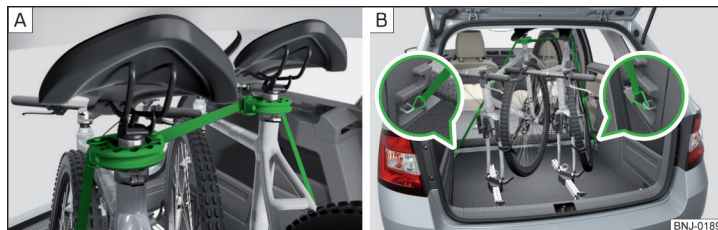

Fig. 122 Garantizar la estabilidad de las bicicletas con una correa
- Para transportar dos bicicletas, tensar la correa entre los sillines separando las bicicletas » fig. 122 - [A].
- Enganchar los mosquetones en los extremos de la correa en las argollas de retención inferiores detrás de los asientos traseros » fig. 122 - [B].